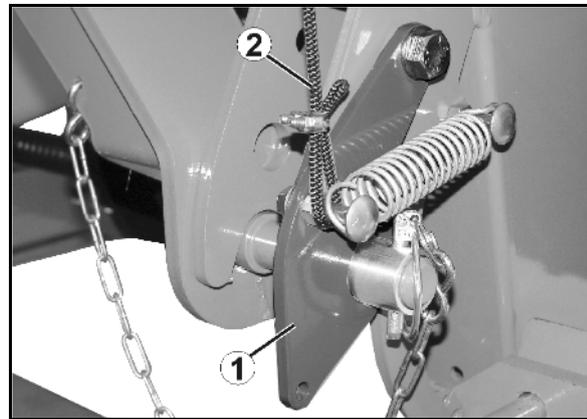

Fig. 55
Das Schnellkuppelsystem (Fig. 55/1)
- den Oberlenkerbolzen (Fig. 55/2) des Kuppeldreiecks nutzen, mit Kugelhülse ausrüsten und mit Klappstecker sichern.
- die Unterlenkerbolzen mit Kugelhülsen ausstatten, Distanzbuchsen (Fig. 55/3) aufschieben und mit Klappstecker sichern.